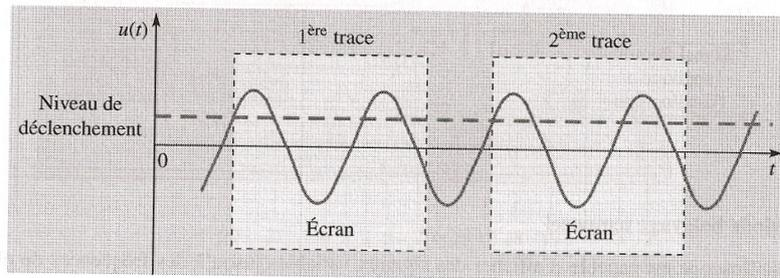

FIG. 4.
i) Mode *normal* (15) : la représentation temporelle d'une tension sur l'écran d'un oscilloscope est celle donnée sur la figure 4. Une fois fixé un critère de déclenchement du balayage du spot, par exemple le dépassement d'un *niveau de tension* réglable (16), une première trace se forme à laquelle succède une durée d'attente, jusqu'à un autre déclenchement ; une nouvelle trace apparaît, et ainsi de suite.